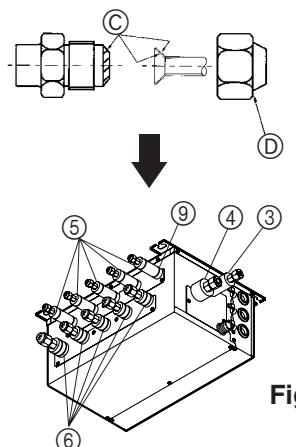

Fig. 7-2
- © Applicare olio per refrigerazione sull'intera superficie (Fig. 7-2) della sede svasata.
- ⑤ Fondamentalmente, usare dadi a cartella incorporati (i dadi a cartella disponibili in commercio si possono rompere).